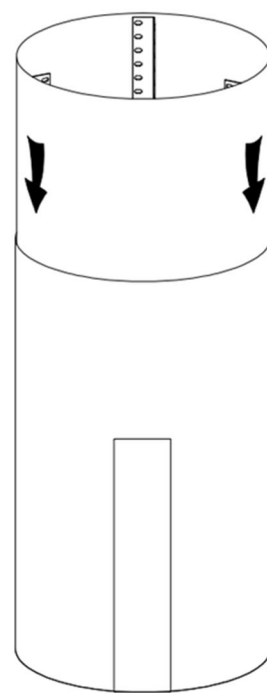

Рис.7
7. Вставьте внутренний кожух в вытяжку – рис. 7.